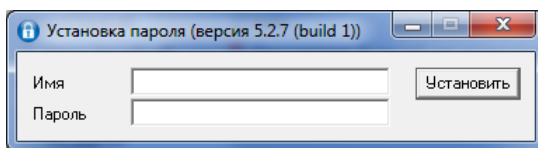

Рис. 8.1. Установка имени и пароля суперпользователя
- В открывшемся окне *Установка пароля* (Рис. 8.1) введите имя и пароль суперпользователя. Нажмите кнопку *Установить*.